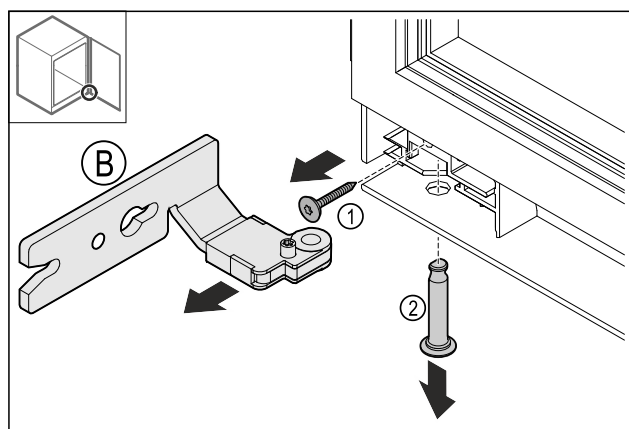

Fig. 18
- Izņemiet skrūvi Fig. 18 (1).
- Noņemiet tapu Fig. 18 (2).
- Noņemiet eņģi Fig. 18 (B).